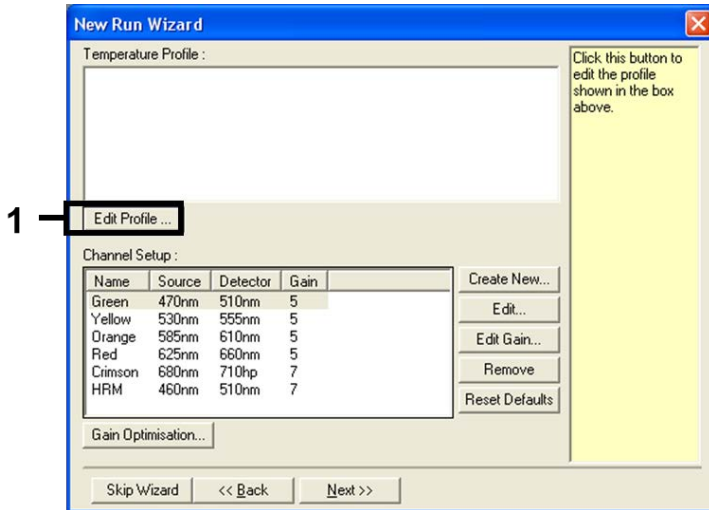

Abbildung 3. Bearbeiten des Profils
5. Klicken Sie im Dialogfeld „New Run Wizard“ (Assistent für neue Läufe) auf Edit Profile (Profil bearbeiten) (Abbildung 3) und überprüfen Sie wie in den folgenden Schritten beschrieben die Laufparameter.